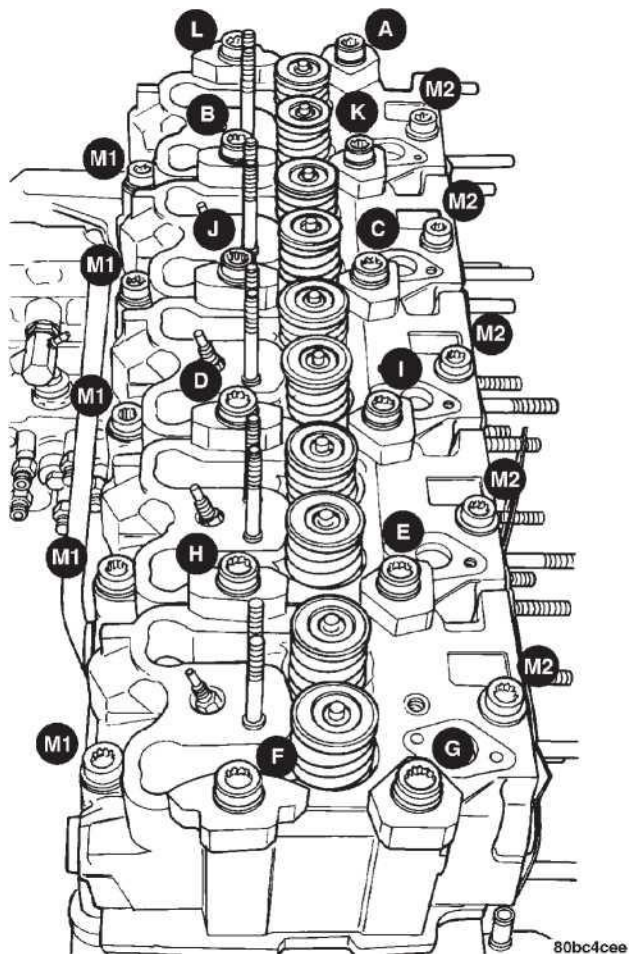

Рис. 67 Последовательность затяжки болтов головки цилиндра двигателя
(5) Напрягите головка цилиндра двигателя запирает последовательность согласно следующей процедуре (Рис. 67):
(8) 1-я Фаза: Сжатие Болтов головки (Рис. 67). Центральные болты (A-L): Сожмите все болты, начиная с болта I тогда J K L B C D E F G H к 30 N-m. Сожмите все болты дополнительные 70 °, начиная с болта A и продолжающийся в алфавитном порядке. Наконец, сожмите все болты дополнительные 70 °, начавшись снова с болта A и продолжив в алфавитном порядке.
(9) Сожмите 12-миллиметровые болты следующим образом:
(10) Болты стороны (M1-M2): Сожмите болты M1 к 30 N-m, затем вращайте их 85 ° (65). Сожмите болты M2 к 30 N-m, затем вращайте их 85 ° (65).